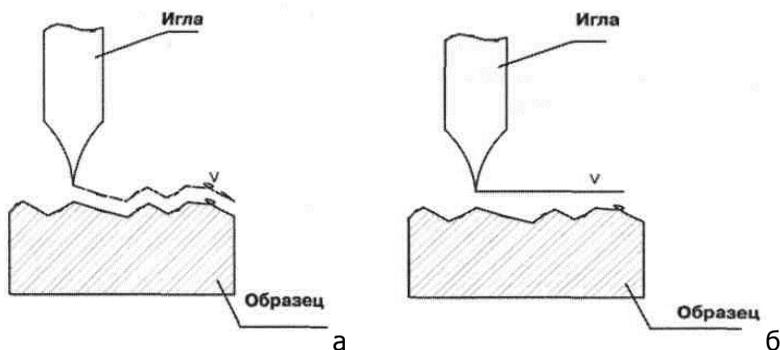

Рис. 6. Сканирование в режиме постоянного тока ( $I$ -const) (а)
двигателем  $Z$  для поддержания постоянства тока) (рис.6, а).
- Метод постоянной высоты: фиксируется начальная высота зонда над поверхностью и отслеживаются изменения тока при сканировании в плоскости образца. Этот метод применим только к атомарно гладким поверхностям, когда высота рельефа меньше, чем величина туннельного зазора (рис. 6, б).